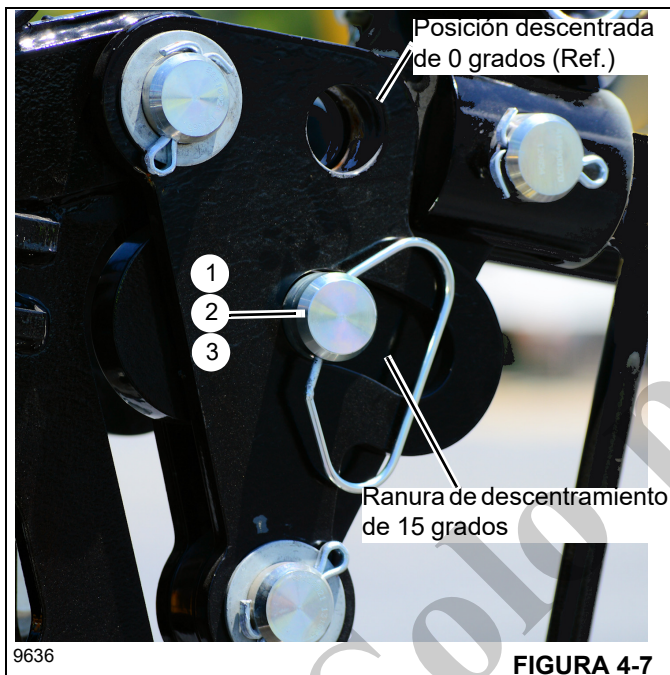

FIGURA 4-7
- Descentramiento de 15 grados: los pasadores de descentramiento se instalan en la ranura de descentramiento de 15 grados (Figura 4-7).
3. Retire los pasadores de descentramiento (1, Figura 4-7), las arandelas (2) y los pasadores de bloqueo (3) de la posición de 0 grados.
4. Instale los pasadores de descentramiento (1), las arandelas (2) y los pasadores de bloqueo (3) en la ranura para la posición de descentramiento de 15 grados. Fije con el pasador de bloqueo y las pinzas de resorte.
3. Retire los pasadores de descentramiento (1), las arandelas (2) y los pasadores de bloqueo (3) de la posición de descentramiento de 15 grados (Figura 4-7).
5. Instale los pasadores de descentramiento (1), las arandelas (2) y los pasadores de bloqueo (3) en la posición de descentramiento de 0 grados (Figura 4-7). Fije con el pasador de bloqueo y las pinzas de resorte.